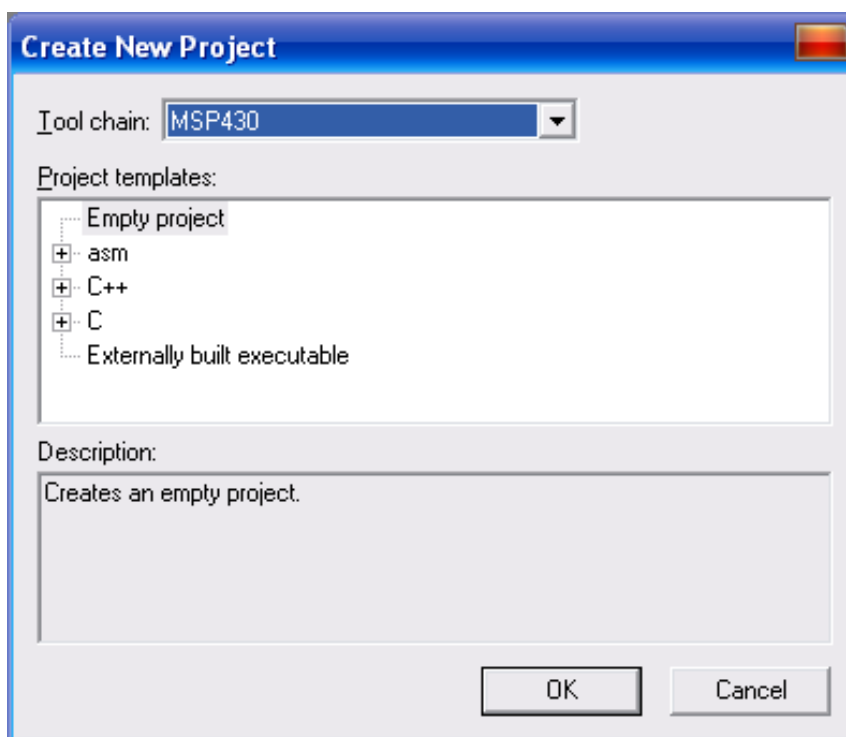

Рисунок 1.1 – Створення нового проекту
1. Запустити середовище IAR Embedded Workbench. Створити новий проект: Project → Create New Project. У меню, що відкрилося, необхідно вибрати Tool chain: MSP430 (рис. 1.1). Натиснути «ОК».